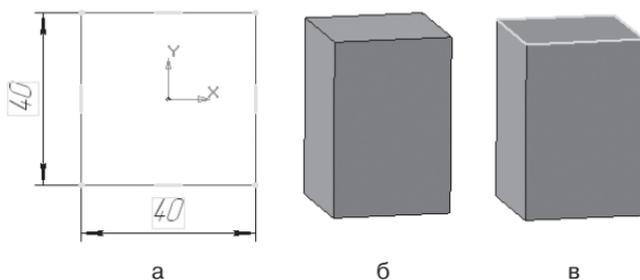

Рис. 150
- укажите начало координат и постройте квадрат со стороной 40 мм (рис. 150, а);
- На Инструментальной панели Вид выберите команду **Полутонное**, **Полутонное с каркасом** (рис. 150, б);
- щелчком ЛКМ выделите верхнюю грань параллелепипеда (вы укажите плоскость для дальнейшего построения – зеленая) (рис. 150, в). Только в этом случае кнопка  – **Эскиз** на панели Инструментов **Текущее состояние** будет активна;